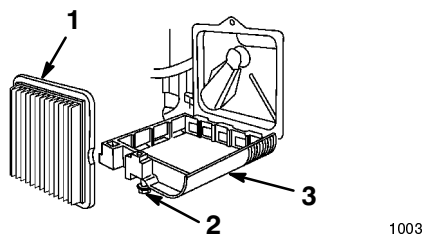

Bild 19
- Schrauben Sie die Verschlusschraube los und entfernen den Luftfilterdeckel (Bild 19).
- Kippen Sie den Luftfilterdeckel nach unten und reinigen ihn gründlich (Bild 19).
- Entfernen und entsorgen Sie den Papierfilter (Bild 19).
- Legen Sie einen neuen Papierfilter ein (Bild 19).